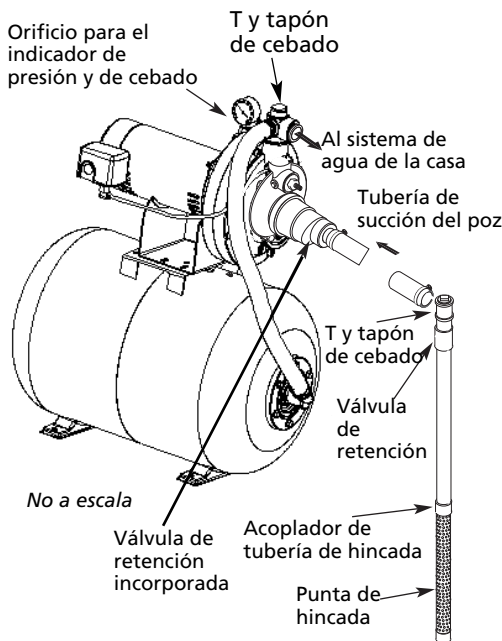

Figura 5 – Instalación en una Punta de Hincada
4. Utilice la menor cantidad de conectores posible (especialmente codos) cuando afiance la tubería de la punta del pozo al orificio de succión de la bomba. La tubería de succión debe ser, por lo menos, del mismo tamaño que el orificio de succión de la bomba (incluya una válvula de retención – véase la Figura 5).